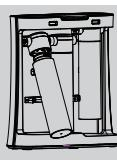

图3
- 3、将滤芯座向上抬起至图2所示角度，将滤芯置入对应的滤芯座内图3（主机内部刻有相应滤芯位置编号），开始安装。